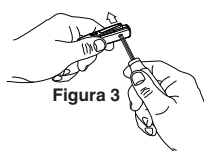

Figura 3
3. Se abre la cubierta de la batería. (Figura 3)